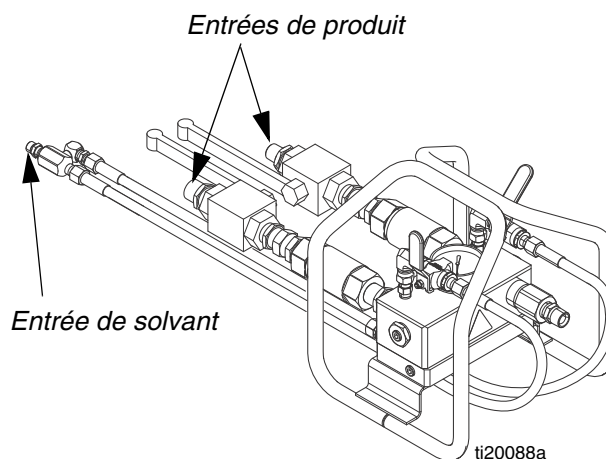

FIG. 21
2. Branchez le flexible A de 1,9 cm (3/4 po.) et le flexible B de 1,27 cm (1/2 po.) aux clapets anti-retour d'entrée du produit sur le collecteur mélangeur. Consultez la FIG. 21.
4. Faites passer les flexibles de rinçage de solvant de couleur violet à partir du collecteur sous le chariot de collecteur et branchez-le sur le flexible de rinçage de 6,3 mm (1/4 po.) dans le faisceau de flexibles. Consultez la FIG. 21.